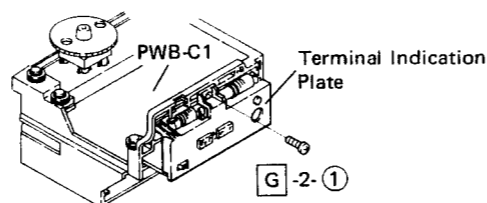
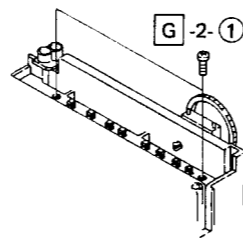

Figure 11-3
Figure 11-4
- ① Detach a dial string, one screws at the terminal indication plate shown in Fig. 11-3, and also two screws at the input selector switch shown in Fig. 11-4, and take the P.W.B. off.
- ① Die Skalenbespannung abnehmen und die einzelne Schrauben der Ausgangsanzeigeplatte gemäß der Abbildung 11-3 entfernen. Auf gleiche Weise dann auch die beiden Schrauben des Eingangswahlschalters gemäß der Abbildung 11-4 entfernen und die Leiterplatte abnehmen.
- ① Détacher le fil du cadran, enlever une vis de la plaque d'indication de borne indiquée dans la Fig. 11-3, ainsi que les deux vis du commutateur de la deuille indiquées dans la Fig. 11-4, et retirer enfin la plaquette de montage imprimé.